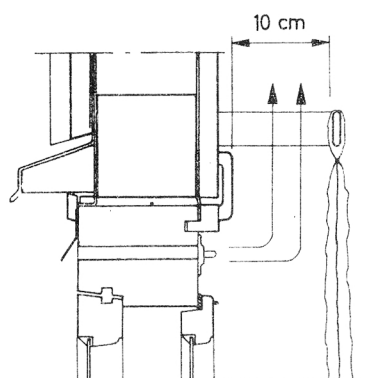

Fig. 25.
- 25 Når det brukes gardiner, kapper e. l. foran vinduene (ventilene), må det være en fri åpning på ca. 10 cm mellom gardiner og vegg for at ventilasjonsluften kan passere uhindret, fig. 25. For øvrig bør det ikke være noe gardin umiddelbart innenfor en ventil, fordi gardinet der vil være sterkt utsatt for sverting fra ventilasjonsluften, særlig i byer.